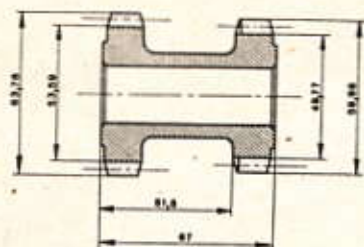

Fig. 56. — Pignon de renvoi de marche AR.
- pignon de renvoi de marche AR n° P.D. 2381.12 (fig. 56),